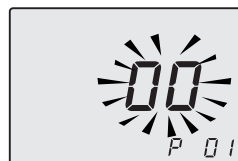

Figura 5.33
- Premere i tasti 18 o 19 per scorrere i vari parametri fino a far apparire sul display LCD le lettere **P01**, e il valore del parametro, indicanti l'entrata nel "parametro 01" (Figura 5.33).